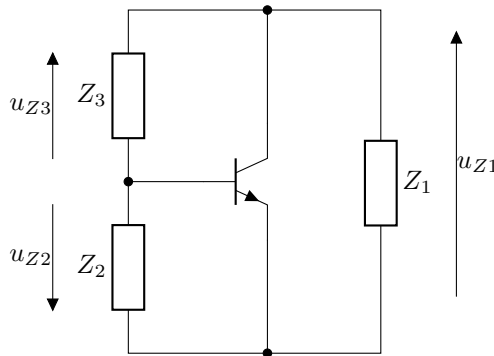

Рисунок 3 – Схема трёхточки по переменному току с биполярным транзистором в качестве АЭ
Очевидно, что если в приведённых выше рассуждениях поменять местами индуктивность и конденсатор, и разбить индуктивность L на две L_1 и L_2 , то (2) по-прежнему будет верно, и контур может быть регенерирован. То, какой элемент контура разделяется на два, определяет классификацию трёхточечных схем: схема с двумя ёмкостями – это *ёмкостная* трёхточка, с двумя индуктивностями – *индуктивная* трёхточка. Таким образом в общем виде такая схема содержит три двухполюсника и один трёхполюсный АЭ (Рисунок 3).